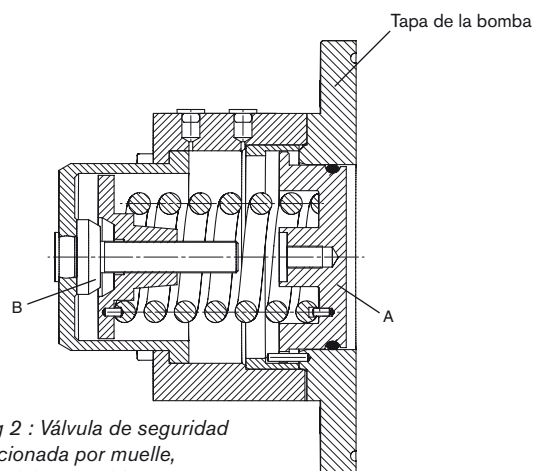

Fig 2 : Válvula de seguridad accionada por muelle, parcialmente abierta
La fig. 2 muestra la válvula parcialmente abierta. La presión del medio dentro del cuerpo de rotores ha forzado el cabezal de la válvula (A) hacia la izquierda, contraponiéndose a la fuerza del muelle.